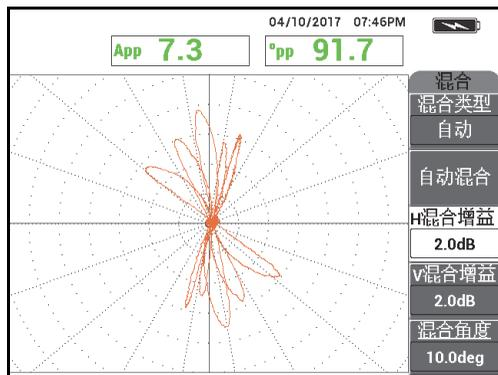

图 5-174 管件扫查的结果
12. 扫查管件, 以探测到缺陷 (参见第 234 页的图 5-174)。